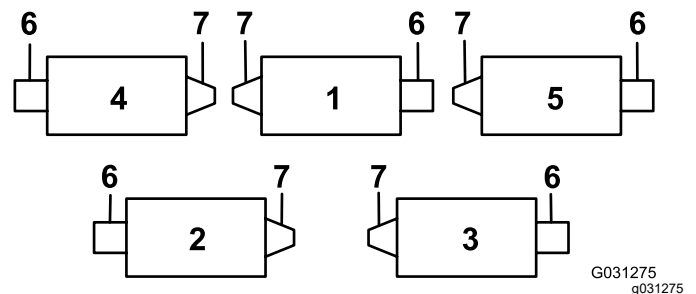

**Figura 11**
**Nota:** Posicione a cabeça do parafuso para o lado exterior do separador como se mostra na Figura 11.
- E. Monte o suporte da barra nos separadores da unidade de corte com os parafusos e porcas da carroçaria (Figura 11). Na unidade de corte, monte o guia de tubos do lado esquerdo na frente dos separadores da unidade de corte ao reinstalar o suporte da barra (Figura 13).